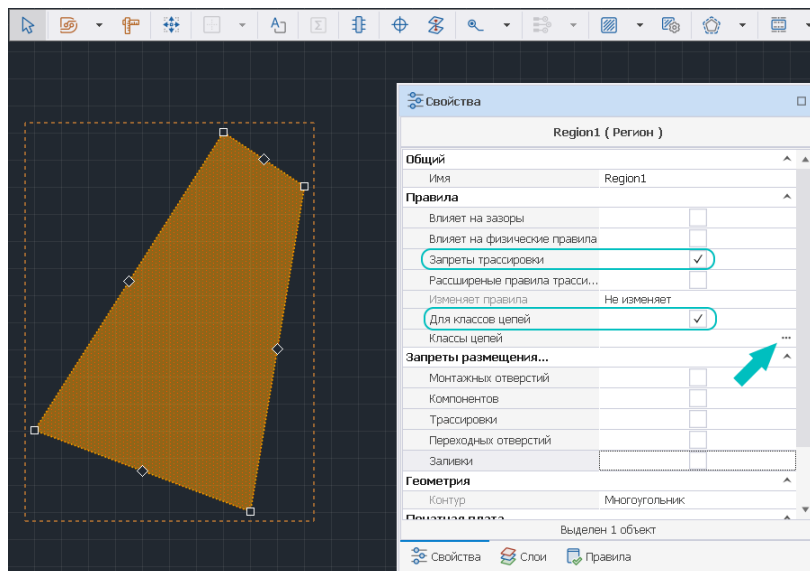

Рис. 137 Вызов окна «Выбор классов цепей для региона»
5. При выборе «Свойства» → «Правила» → «Для классов цепей» отображается поле «Классы цепей», см. Рис. 137.